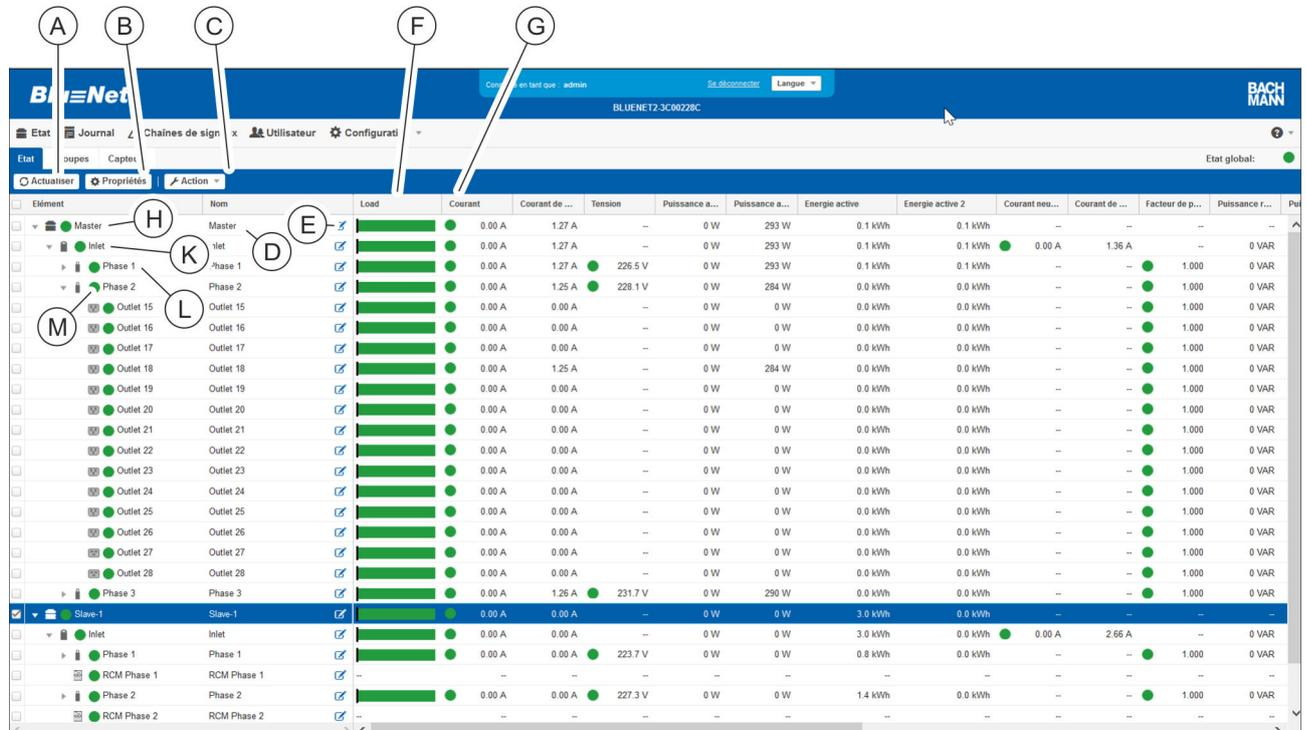

Fig. 91 : Menu « État » – Onglet « État » (dans cet exemple, un PDU triphasé)
Quand des disjoncteurs de protection de circuit sont utilisés dans une phase (Fig. 91 / (M)), ceci est affiché au niveau « Phase ».
Dans le menu « État », un seul élément doit être sélectionné. Le bouton « Propriétés » (Fig. 91 /Ⓢ) permet d'afficher des détails sur cet élément. Cette fenêtre permet de définir les valeurs mesurées ainsi que les seuils et chaînes de signaux (↪ *Chapitre 6.7.3 « Configuration des chaînes de signaux et des valeurs seuils pour différents éléments » à la page 89*).